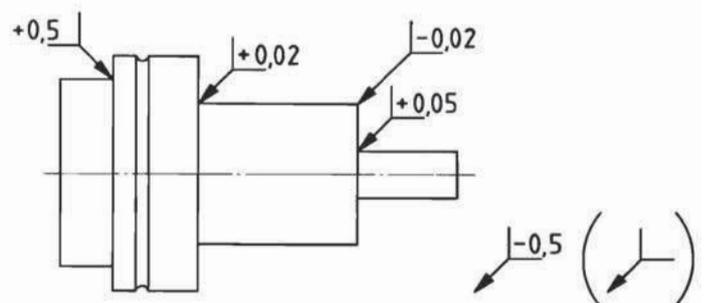

Bild 31.
3.5.6 In Anlehnung an Abschnitt 3.5.5 darf anstelle der zusätzlichen Angaben (vereinfacht) ein in Klammern gesetztes Grundsymbol eingetragen werden (siehe Bild 31).